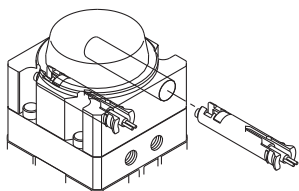

Figura 1
3. Installare il sensore nella posizione desiderata e serrare come mostrato in figura 1.